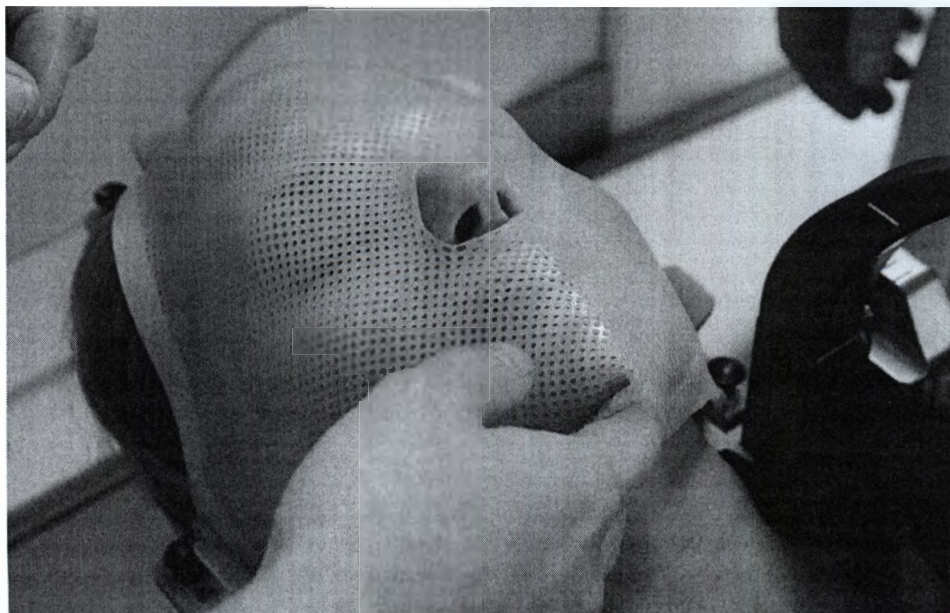

Рис. 5.7 Обертывание маски
- 20** Попросите пациента расслабить челюсть и оберните маску вокруг подбородка; см. **Рис. 5.7** .